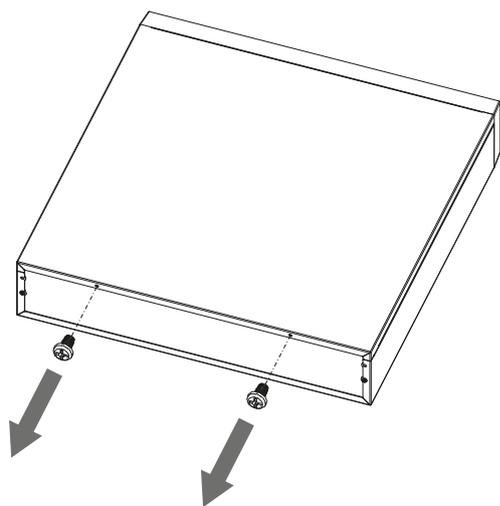
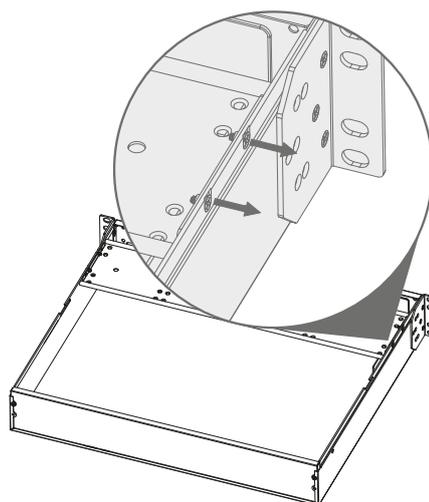

Рисунок 5
Рисунок 6
1) Открутите винты крепления крышки видеорегистратора на задней части корпуса (рисунок 5), затем снимите верхнюю крышку. Снимите кронштейн для крепления HDD, открутив винты с двух сторон (рисунок 6).